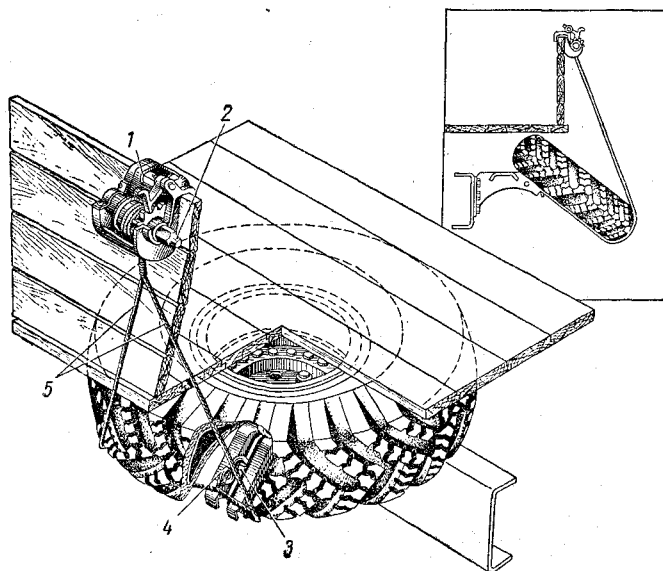

Рис. 112. Ручная лебедка для облегчения подъема запасного колеса:
1. Установить лебедку 1 (рис. 112) на борт платформы над держателем колеса и размотать трос лебедки до положения, удобного для подхвата запасного колеса.
4. Обхватить колесо петель троса, как показано на рис. 112.